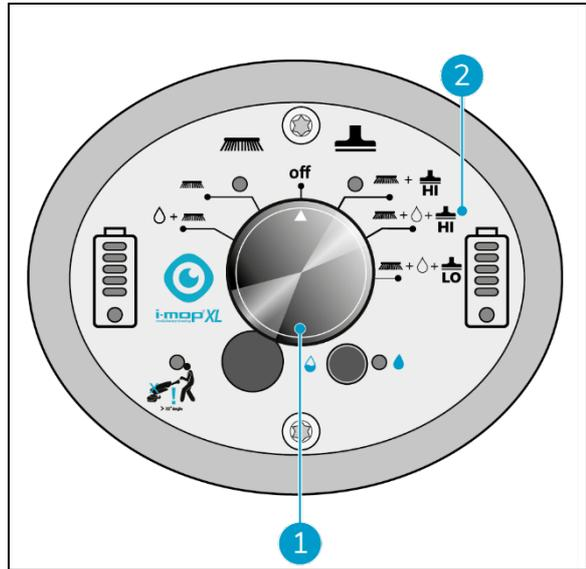

Abbildung 27
Die Winkelwarnanzeige blinkt in dem blau eingekreisten Bereich, sobald der Bediener unter 32 Grad sinkt. Die Kontrollleuchte leuchtet auf und die Wasserrückgewinnung wird unterbrochen. Wenn der Griff über 32 Grad angehoben wird, startet der Saugmotor nach 5 Sekunden erneut. (Abbildung 27)
2. Verwenden Sie den Hauptschalter des i-mop XL Pro (Abbildung 27, Pos. 1) und wählen Sie MODUS 4 Bürste + Wasser/Reinigungslösung + Trockenes Saugen (Abbildung 27, Pos. 2).